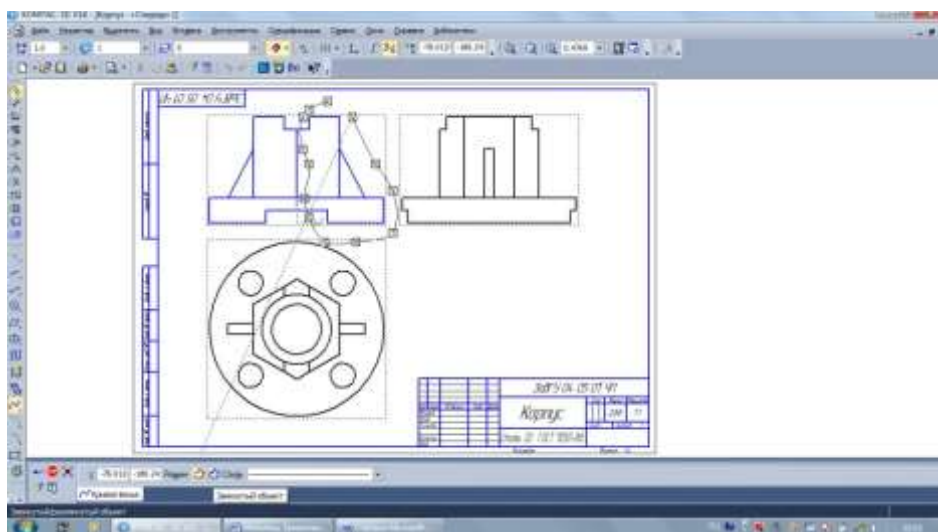

Рис. 3. Построение замкнутой кривой
2. С помощью команды **Кривая Безье** стилем **Для линии обрыва** постройте замкнутую кривую (обязательно воспользуйтесь параметром **Замкнутый объект**), как показано на рис. 3.